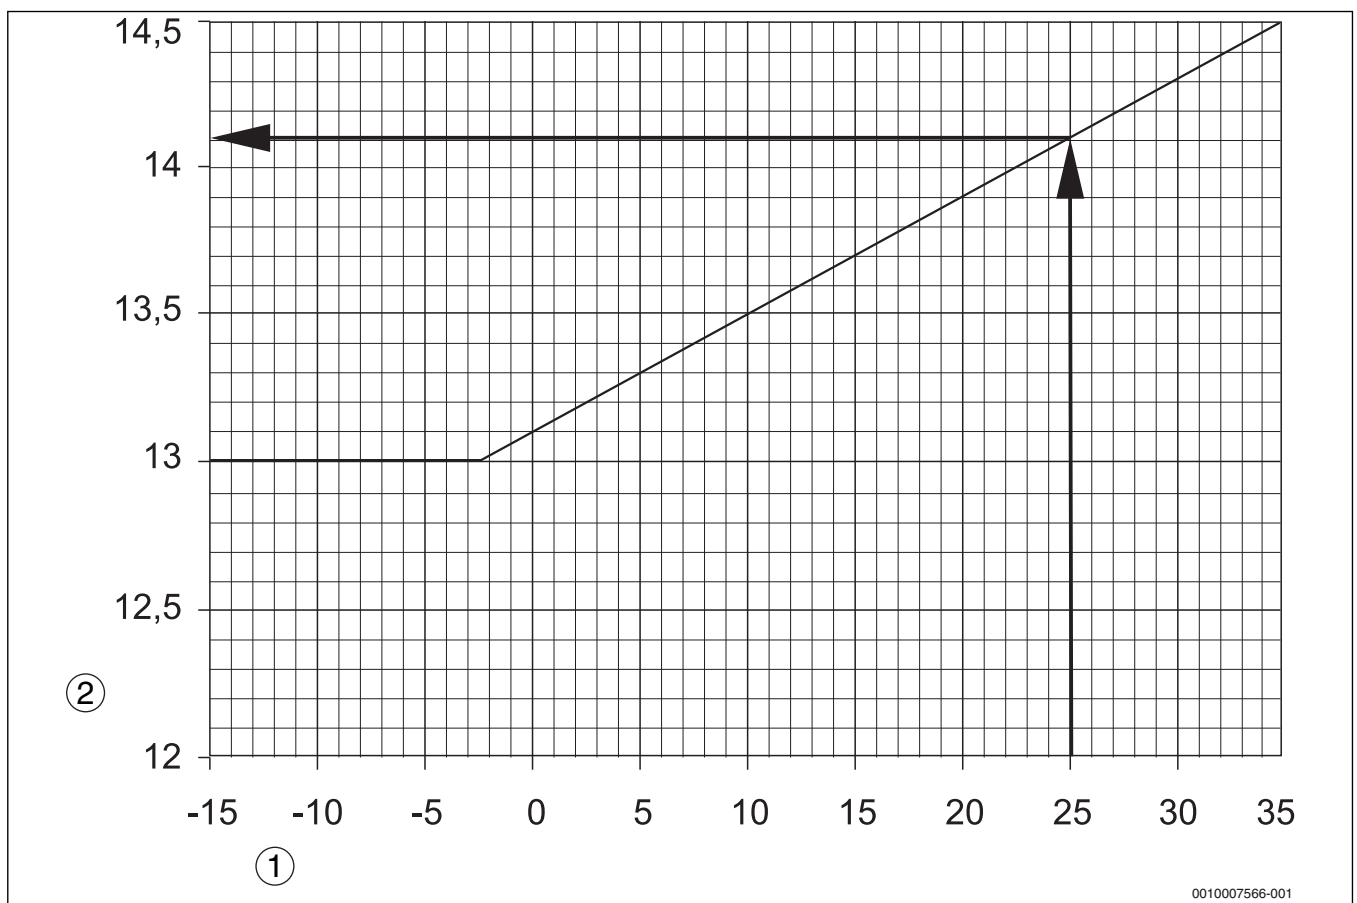
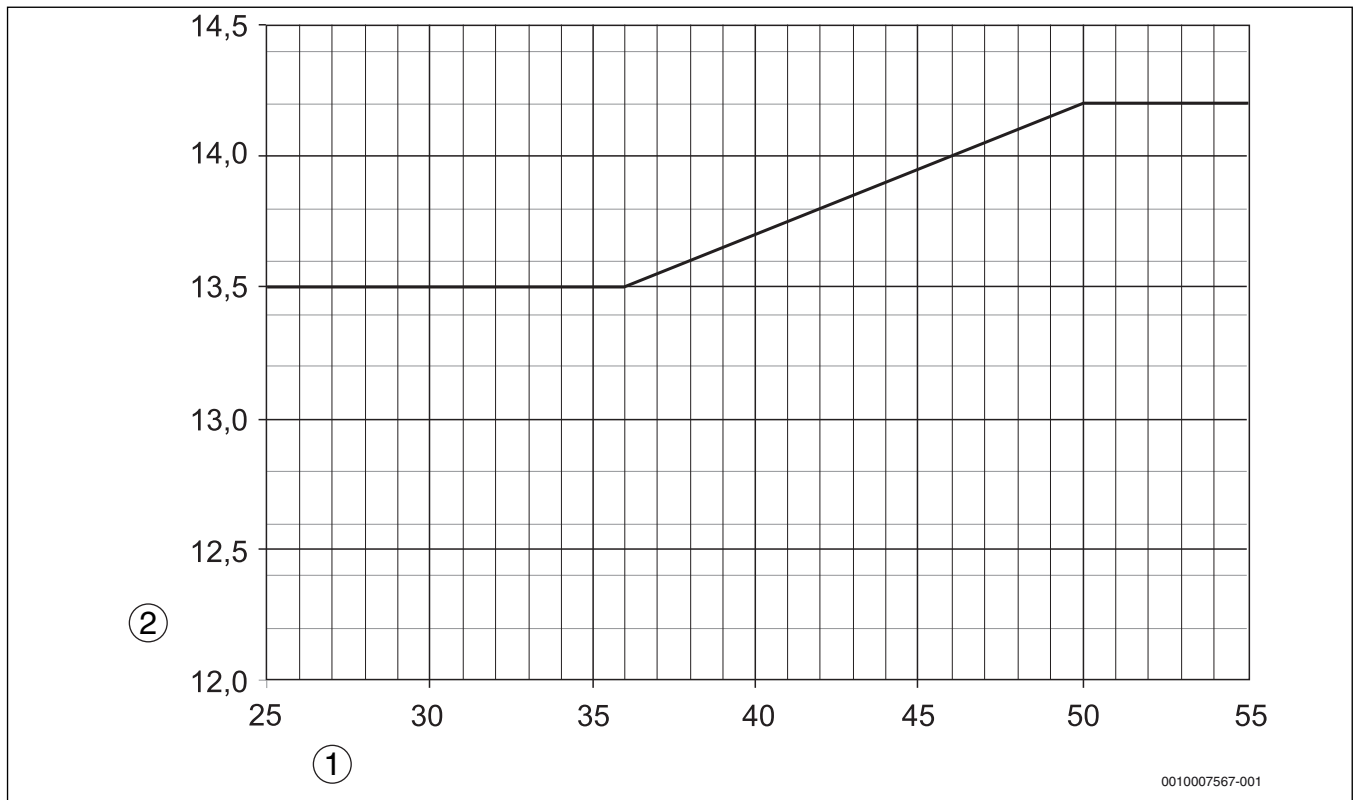

Fig. 6 Réglage du CO₂ en cas d'arrivée d'air sur le raccordement du mur extérieur (valable avec et sans le corps du brûleur)
Fig. 7 Réglage du CO₂ en cas d'arrivée d'air sur l'arrivée d'air et l'évacuation des fumées concentriques (valable avec et sans le corps du brûleur)
- ▶ Régler la teneur en CO₂ au niveau de la vis de réglage de pression sur la pompe à fioul selon la fig. 6 ou la fig. 7, selon que l'air est aspiré directement par le mur extérieur ou par un tube concentrique.